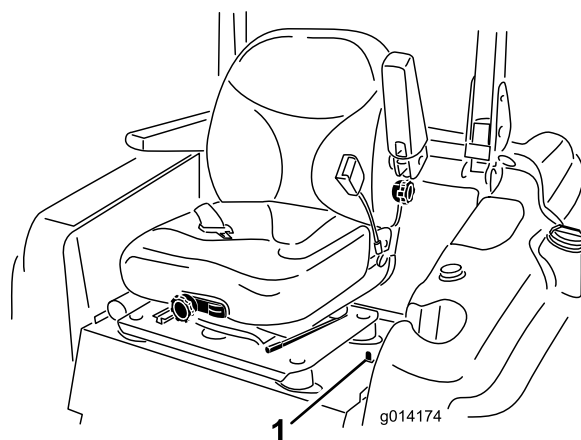

Figura 17
1. Mueva el enganche del asiento, situado en el lado izquierdo del asiento, hacia atrás para desenganchar el asiento, y tire hacia adelante la parte superior del asiento (Figura 17).